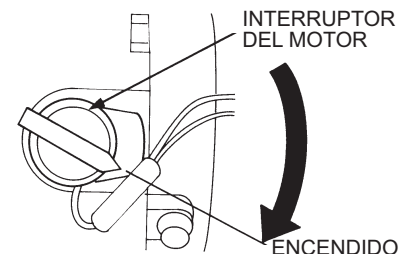

Figura 12. Interruptor de ENCENDIDO/APAGADO del motor (posición de ENCENDIDO)
5. Ponga el interruptor de **ENCENDIDO/APAGADO** (vea la Figura 12) en la posición de **ENCENDIDO**.